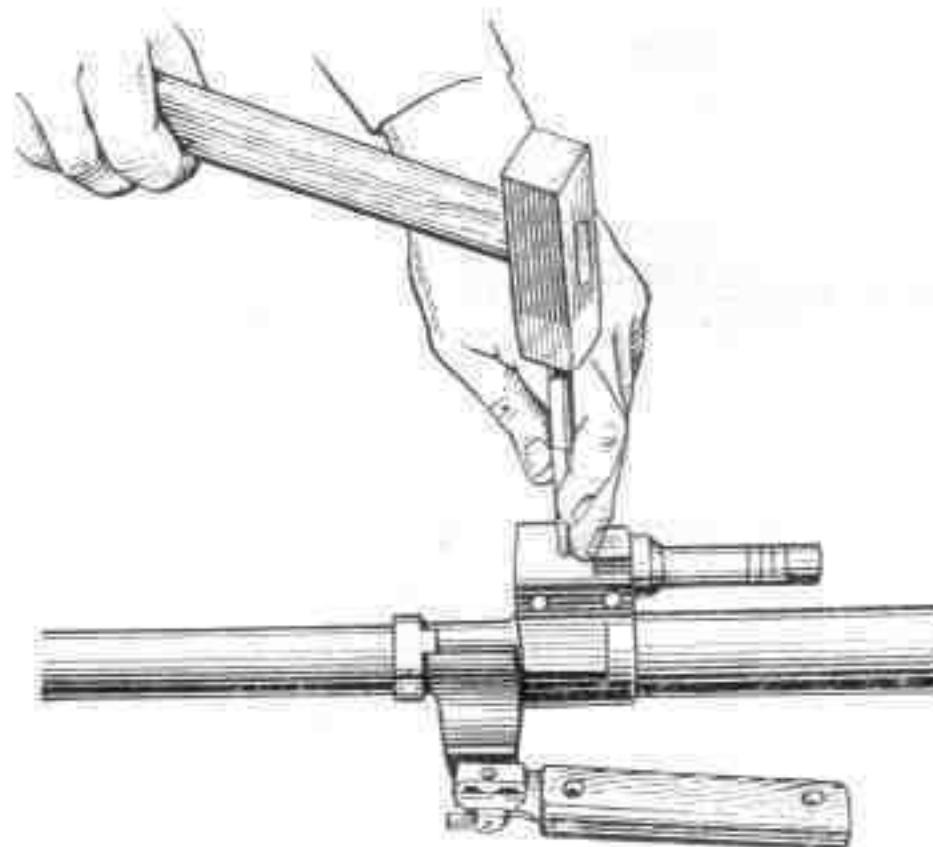

Рис. 21. Отделение газового регулятора
8) **Отделить газовый регулятор от газовой камеры.** Выбить выколоткой газовый регулятор из газовой камеры (рис. 21).